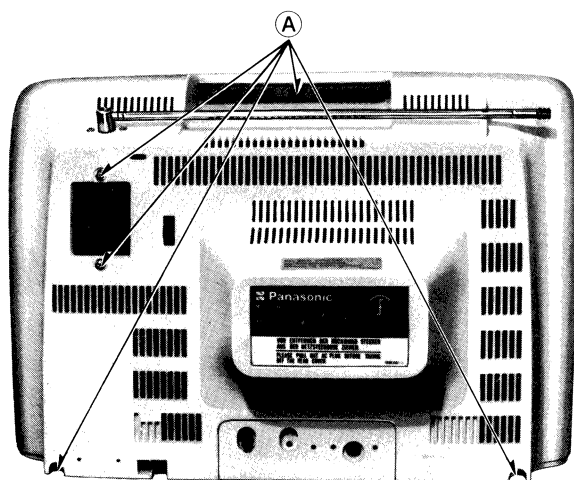

Fig. 1 Abb. 1
1. Remove 5 screws (A) as in fig. 1.
2. Pick up the rear cover in fig. 1.
1. 5 Schrauben (A) wie in Abb. 1 entfernen.
2. Rückwand wie in Abb. 1 herausnehmen.